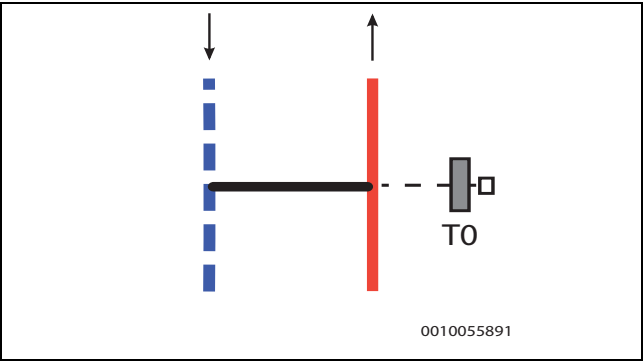

Bild 10 Bypass in gerader Ausführung
- Der Vorlauftemperaturfühler T0 ist am Vorlaufanschluss des Bypasses installiert → Abbildung 10.